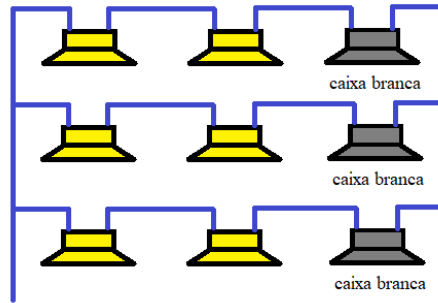

Figura 4. Carga de 8Ω, 1200W, 9 alto-falantes
- Monte a carga de 8Ω e 1200W, como indicado na figura 4. Em configuração Bridge (entre os canais A e B).